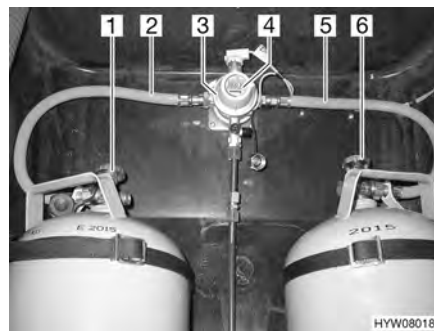
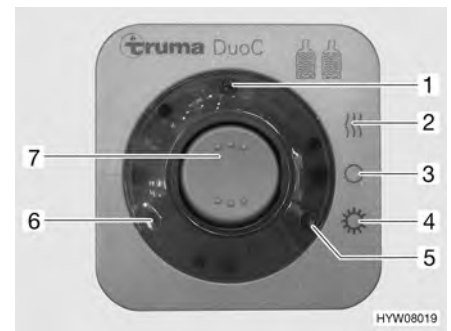

Bild 129 DuoControl-omkopplingsenhet
Bild 130 Kontrollenhet
DuoControl-omkopplingsenheten består av en omkopplingsventil (Bild 129,3) och en kontrollenhet (Bild 130). Omkopplingsventilen är monterad mellan gas slangarna (Bild 129,2 och 5). Med vredet (Bild 129,4) på omkopplingsventilen ställer du in vilken gasflaska som ska användas som driftflaska och vilken som ska användas som reservflaska.
Omkopplingsventilen värms upp av en avfrostningsanläggning för regulatorer (Eis-Ex). På detta sätt undviks störningar på gasanläggningen under vintern. Med kontrollenheten (Bild 130) kan endast de elektriska funktionerna styras. Gasflaskornas huvudavstängningsventiler (Bild 129,1 och 6) måste öppnas för hand.
Omkopplingsventilen sørjer för ett konstant gastryck, oberoende vilken gasflaska som används. De två kontrolllamporna på kontrollenheten visar nivån i driftflaskan. När den gröna kontrolllampan lyser (Bild 130,6) är driftflaskan full. När den röda kontrolllampan lyser (Bild 130,5) är driftflaskan tom. Gasförsörjningen sker då med reservflaskan.
- Öppna huvudavstängningsventilerna på gasflaskorna (Bild 129,1 och 6).
- Med vredet (Bild 129,4) på omkopplingsventilen (Bild 129,3) väljs gasflaskan, som ska prioriteras (driftflaska).
- Slå på DuoControl-omkopplingsenheten på kontrollenheten (Bild 130).
Ställ för detta vippkontakten (Bild 130,7) på vinterdrift "på och uppvärmning" (Bild 130,2) eller på somrardrift "till" (Bild 130,4). Omkopplingsventilen är nu avluftad. Den gula kontrolllampan (Bild 130,1) lyser, när vinterdrift väljs och avfrostningsanläggningen för regulatorer är påslagen.
- Ställ vippkontakten (Bild 130,7) i läge "O" (Bild 130,3). Den gula kontrolllampan (Bild 130,1) slocknar.
- Stäng huvudavstängningsventilerna på gasflaskorna (Bild 129,1 och 6).
Kontrolllamporna på kontrollenheten (Bild 130,5 och 6) signalerar inne i fordonet, om driftflaskan är driftklar.
Ifall den gröna kontrolllampan (Bild 130,6) slocknar under drift och den röda kontrolllampan (Bild 130,5) lyser upp, är gasflaskan som har valts som driftflaska tom och måste bytas ut. Gasförbrukarna försörjs med gas från reservflaskan.